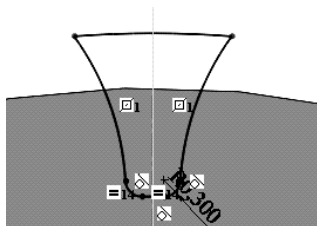

Рисунок 5.4
3. Відсічіть зайві контури, скориставшись панеллю інструментів Ескиз → **Отсечь объекты**. Округліть перехід між трохоїдою і евольвентою на величину рівну $0,1 \div 0,3$ мм (рис. 5.4).